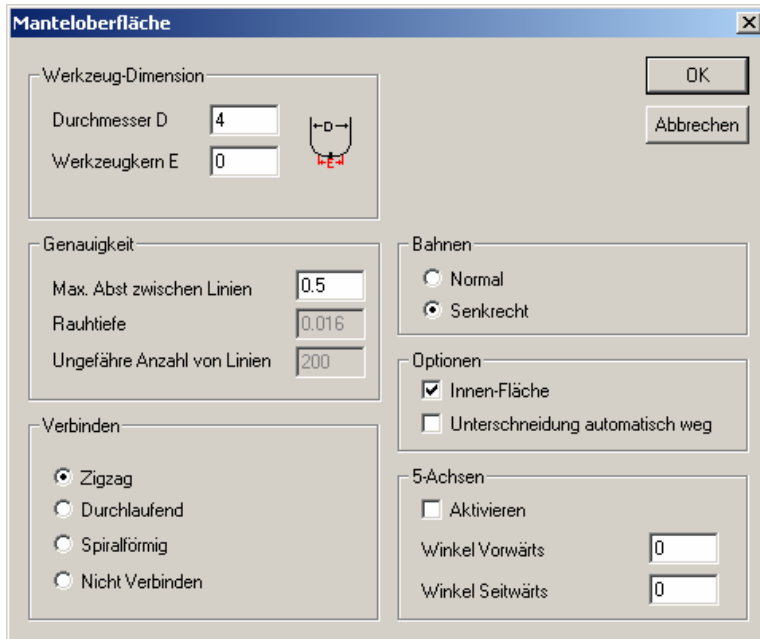

Abbildung.9
5. Geben Sie nun im Fenster Manteloberfläche die Werte (siehe Abbildung.9) ein.